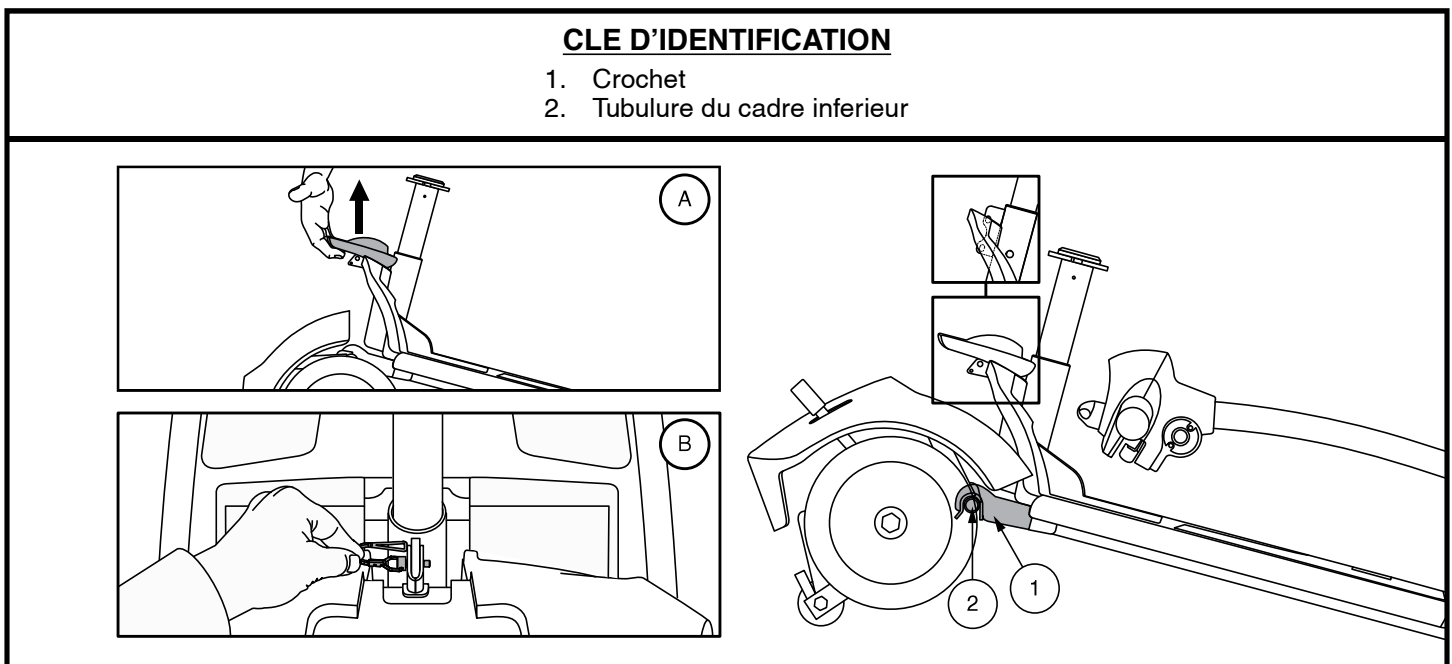

Figure 33. Levier de blocage du cadre (Style A) et Libérez la goupille de verrouillage de blocage du châssis (Style B)
4. Séparez doucement les sections du Travel Scooter. **Voir la figure 33.**
NOTE: Avant de débuter l'assemblage, basculez légèrement la section arrière du Travel Scooter vers ses rolettes antibascule tel que montré dans la figure 33.
1. Soulevez la section avant par le levier de blocage (ou le mât du siège sur les modèles 36, 336, 83, et 84) et alignez les crochets avec la tubulure de la section arrière. **Voir la figure 33.**
2. Une fois que les crochets du châssis sont sur le tube inférieur du châssis, abaissez la section inférieure avant et faites pivoter la section arrière simultanément. Ceci engagera le verrouillage du châssis automatiquement pour les modèles 39, 40, 44, 40LX, 40X, 44X, 40E, 44E, 44LX, 49, 50LX, 50LXLIT, 53, 53HD, 54, 54LX, 54LXLIT, 54HD, 66, 67, 73, 74, et Jazzy ZTS. Pour les modèles 36, 336, 83, et 84, vous aurez besoin de réinstaller la goupille de verrouillage du châssis pour terminer l'assemblage du corps. **Voir la figure 33.**